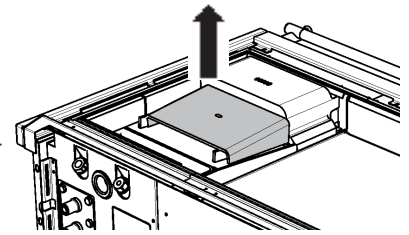

Fig. 55
- Remove baffle plate (Fig. 55).